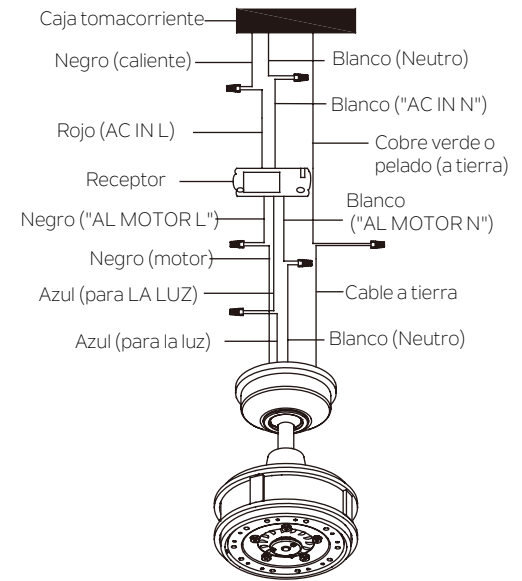

Fig. 16
Asegure todas las conexiones de cables con los conectores de cable de plástico provistos. (Fig.16)
Paso 3. Conectar los cables a TIERRA (VERDE) de la bola de suspensión y el soporte de montaje, a la TIERRA (VERDE o COBRE PELADO) de la casa. Asegure la conexión del cable con los conectores de plástico provistos. Luego de conectar los cables, sepárelos para que los cables verde y blanco estén a un lado de la caja de tormacorrientes y los cables negro y azul al otro lado. (Fig.16)